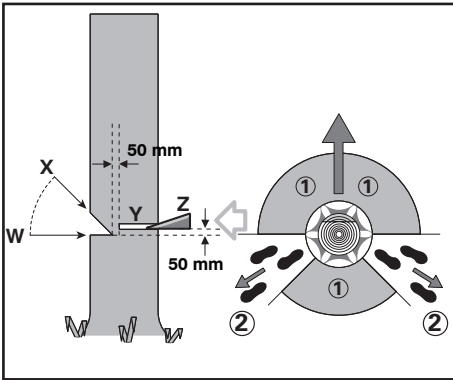

Figure. 1
Lors de l'abattage d'un arbre, rester du côté amont de la pente car il pourrait rouler ou glisser après sa chute. Avant d'abattre un arbre, prévoir un chemin de dégagement et le dégager. Le chemin de fuite devrait s'étendre à l'arrière et en diagonale derrière la ligne de chute prévue comme illustrée dans la figure 1. Étudier l'inclinaison naturelle de l'arbre, l'emplacement des grosses branches et la direction du vent. Ceci aide à juger où l'arbre va tomber.
Faites une entaille de 1/3 de diamètre de l'arbre, perpendiculairement à la direction de chute comme illustré sur la figure 1. Faire l'entaille horizontale (W) la plus basse en premier ce qui aidera à éviter le pincement de la scie à chaîne ou de la barre guide lorsque la seconde entaille (X) est effectuée.
Faites une coupe opposée (Y) d'au moins 50 mm plus haute que la coupe horizontale par encochage, selon l'illustration de la figure 1. Gardez la coupe opposée parallèle à la coupe horizontale par encochage. Réalisez la coupe opposée de telle sorte qu'une grande quantité de bois serve plus tard comme une charnière. La charnière du bois empêche l'arbre de se tordre et de tomber dans la mauvaise direction. Évitez de couper à travers la charnière.
Lorsque l'arbre commence à tomber, sortir la tronçonneuse de la coupe, l'arrêter, la poser par terre et quitter la zone de danger par la voie d'issue prévue (②); Faire attention aux branches qui tombent et à ne pas trébucher. (Voir Fig. 1)